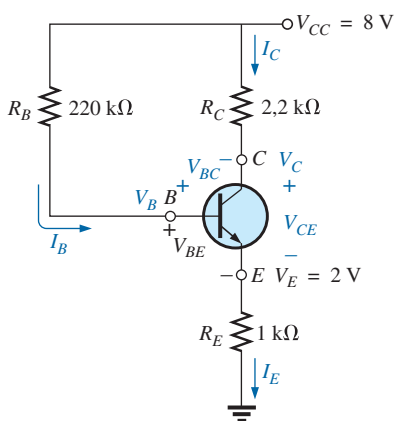

Figura 7.76 Problema 17.
- \*17. Determine os valores CC para o circuito com um transistor mostrado na Figura 7.76, considerando o fato de que  $V_{BE} = 0,7$  V,  $V_E = 2$  V, e  $I_C = I_E$ . Em outras palavras: